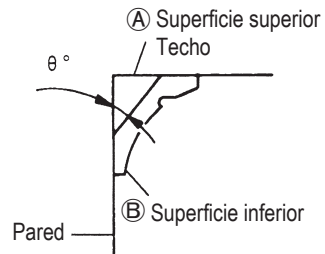
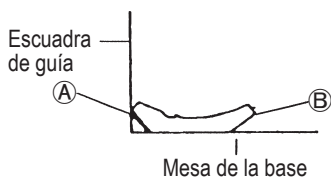
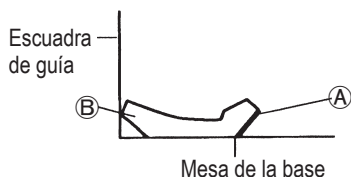

Fig. 33
Fig. 37
Fig. 38
La Fig. 33 muestra dos tipos de moldura en vértice comunes con ángulos de (θ) 38° y 45°.
- Coloque la moldura en el vértice de forma que la superficie superior (A) de la Fig. 33) entre en contacto con la escuadra de guía como se indica en la Fig. 37.
- Coloque la moldura en el vértice de forma que la superficie inferior (B) de la Fig. 33) entre en contacto con la escuadra de guía como se indica en la Fig. 38.
- Coloque la moldura en el vértice de forma que la superficie superior (B) de la Fig. 33) entre en contacto con la escuadra de guía como se indica en la Fig. 41.
- Coloque la moldura en el vértice de forma que la superficie inferior (A) de la Fig. 33) entre en contacto con la escuadra de guía como se indica en la Fig. 42.